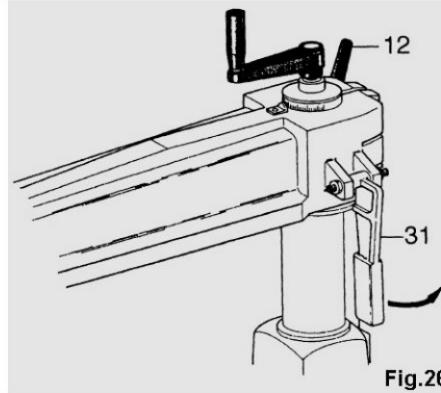

Fig.26
Om de arm met de kop op de zuil te draaien verwijzen we naar afbeelding 26, waar men de zelfcentrerende wighendel ziet (31) die men moet opheffen en de jaccardhandgreep (12) die men moet los- en aandraaien.